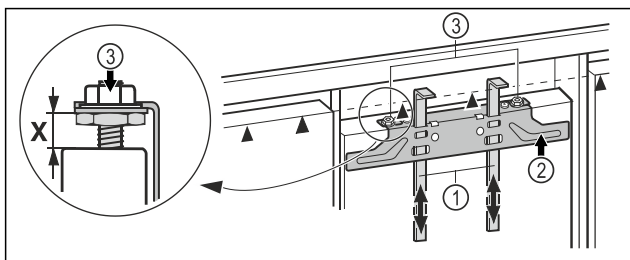

Fig. 44
- Montažni pripomoček Fig. 44 (1) pritisnite na višino vrat pohišstva. Spodnji omejevalni rob ▲ montažnega pripomočka = zgornji rob vrat pohišstva, ki jih montirate.
- Pritrdilni prečnik Fig. 44 (2) odvijte nad protimatico Fig. 44 (3).